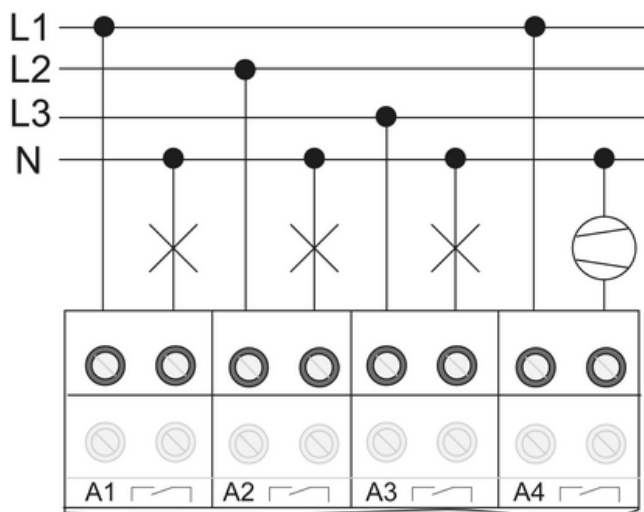

Bild 4: Anslutningsexempel kopplade laster
- Anslut inkopplade laster (bild 4).